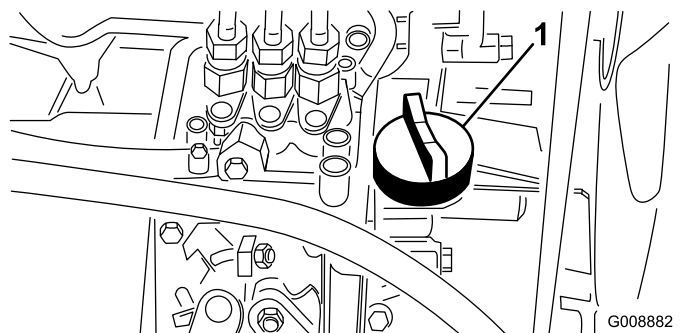

Figura 21
4. Se l'olio è insufficiente, togliete il tappo di rifornimento (Figura 21) ed aggiungete lentamente piccole quantità di olio, controllando spesso il livello, finché non raggiunge il segno di pieno sull'asta.